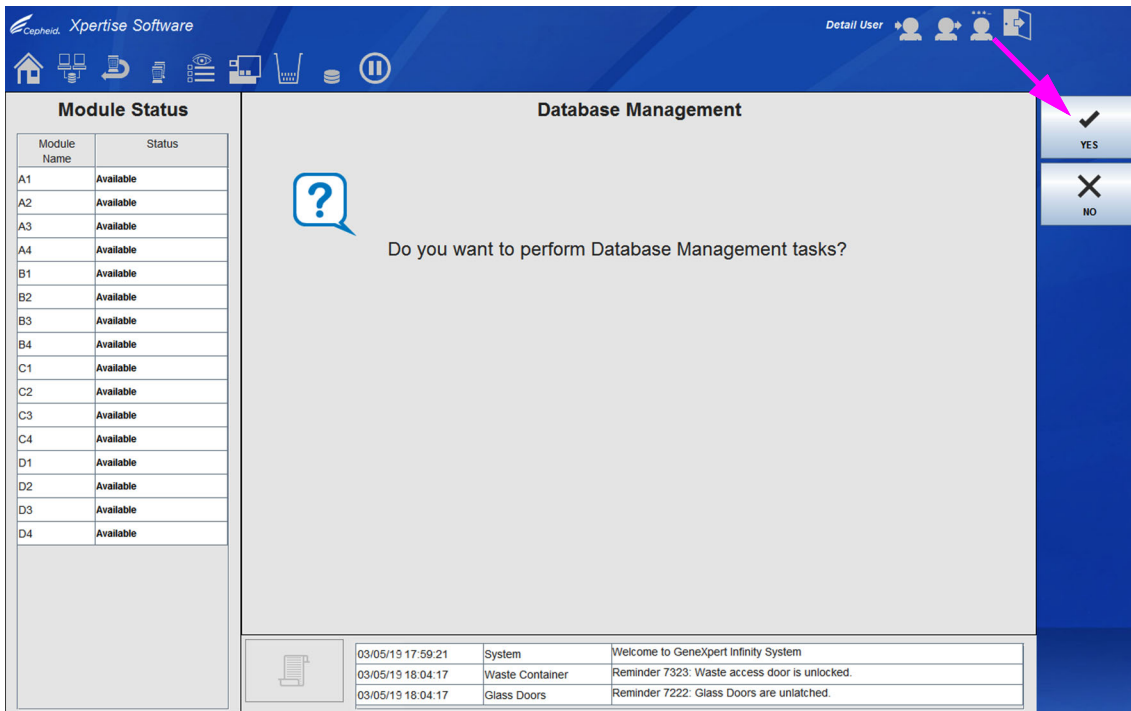
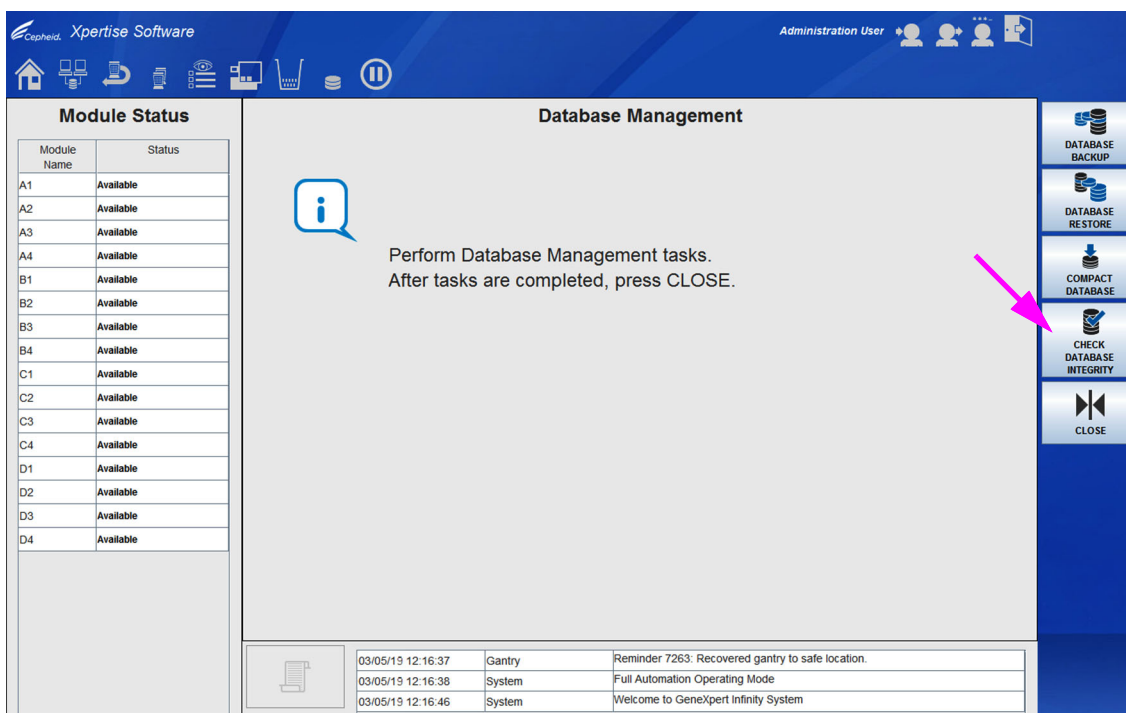
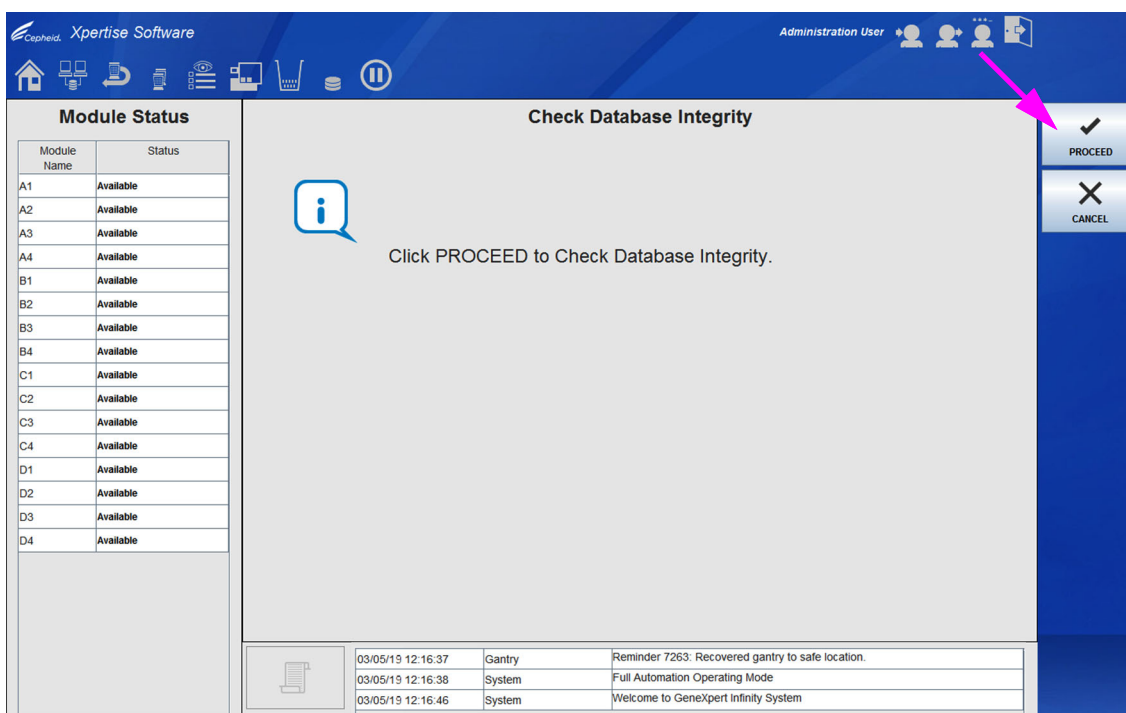

图 5-159. 数据库管理 (Database Management) 工作区确认
图 5-160. 数据库管理 (Database Management) 工作区
图 5-161. 数据库完整性检查工作区
1. 在 Xpertise 软件关闭期间，选择**是 (YES)** 以执行数据库管理任务（请参见图 5-159）。将显示数据库管理 (Database Management) 工作区。请参见图 5-160。
2. 在数据库管理 (Database Management) 工作区，选择**数据库完整性检查 (DATABASE INTEGRITY CHECK)** 按钮（请参见图 5-160）。将显示数据库完整性检查工作区。请参见图 5-161。
- 选择**继续 (PROCEED)** 按钮（请参见图 5-161）。软件将检查数据库的完整性。如果软件发现完整性错误，会有一条消息提示您。